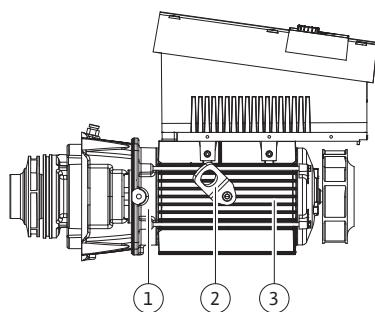

Fig. 13: Motor-løpehjulsenhet
Installasjonsteknisk hører løpehjulet (Fig. 6, pos. 6) og lanternen (Fig. 6, pos. 7) til motor-løpehjulsenhet (Fig. 13).
- I den anledning fjernes transportløkkene (Fig. 13, pos. 2), fra motorflensen (Fig. 13, pos. 1), flyttes til motorhuset og festet igjen til motorhuset (Fig. 13, pos. 3) med de samme skruene.